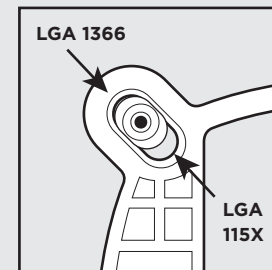

figure 1
- For LGA 115X installation, slide the backplate pins inside (figure 1).
- For LGA 1366 installation, slide the backplate pins outside (figure 1).
- Pour l'installation sur un socket LGA 115X, faites glisser les broches de la plaque arrière vers l'intérieur (figure 1).
- Pour l'installation sur un socket LGA 1366, faites glisser les broches de la plaque arrière vers l'extérieur (figure 1).
- Schieben Sie die Stifte der Rückwand nach innen, um LGA 115X zu montieren (Abbildung 1).
- Schieben Sie die Stifte der Rückwand nach innen, um LGA 1366 zu montieren (Abbildung 1).
- При установке LGA 115X задвиньте штырьки внутрь (Рис. 1).
- При установке LGA 1366 задвиньте штырьки наружу (Рис. 1).
- 要安装 LGA 115X, 请将背板针脚插入 (图1)。
- 要安装 LGA 1366, 请将背板针脚拔出 (图1)。